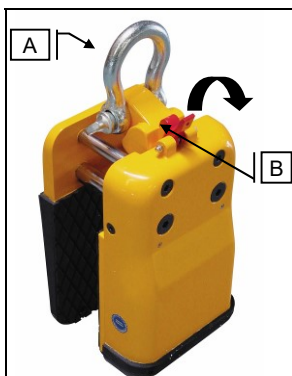

Abbildung 2 Plattengreifer Kaiman
- Setzen Sie nun den Plattengreifer Kaiman auf der zu hebenden Steinplatte am Schwerpunkt auf. Verwenden Sie hierzu den Schekel als Tragegriff [A; Abb. 2].
- Der Plattengreifer Kaiman muss nun soweit abgesenkt werden, dass der Sicherungshaken [B; Abb.2] des Plattengreifers Kaiman wieder einrastet und sichert.